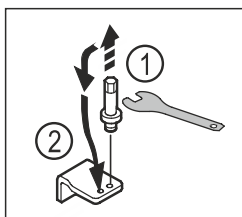

Fig. 22
- Keerake alumise laagripuki polt väliskuuskantvõtmega VM5 välja. Fig. 22 (1)
- Pange polt vastasküljel sisse. Fig. 22 (2)